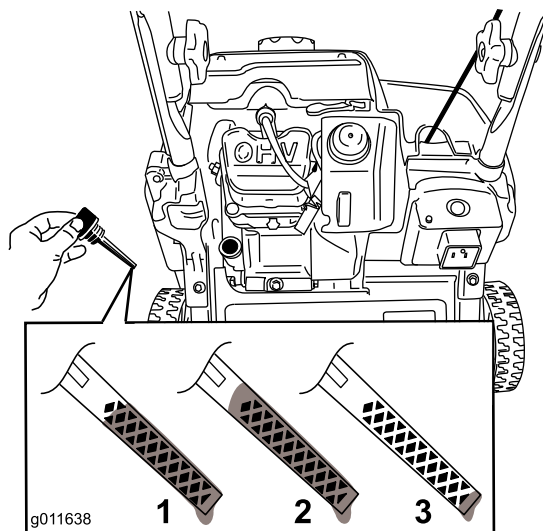

Figure 14
3. Nettoyez la surface autour du bouchon de remplissage (Figure 14).
8. Pour déterminer le niveau d'huile correct indiqué par la jauge, voir (Figure 14).